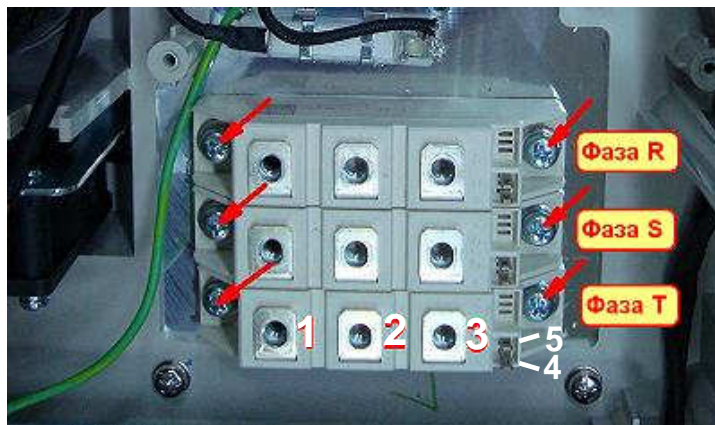

Рис.7.10
7.8.3. Установить модуль над резьбовыми отверстиями радиатора и слегка притереть, при этом контакты «4» и «5» модуля должны быть обращены вправо (см. рис.7.10).
7.8.5. Установить шины и соединить выводы конденсаторов С3, С4 и С5 с контактами 2 и 3 диодно-тиристорных модулей (табл.7.3, рис.7.10, 7.11), вкрутив шесть винтов.